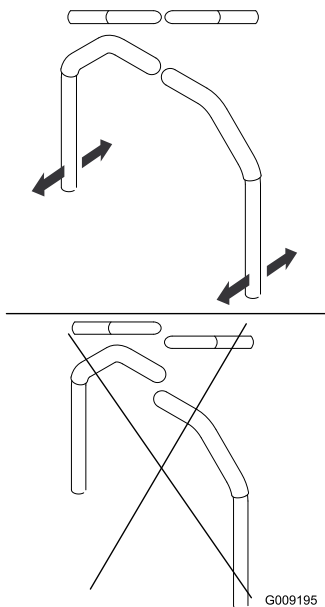

Figure 80
4. Réglez l'alignement avant/arrière des leviers en les plaçant tous deux à la position point mort, puis faites-les coulisser jusqu'à ce qu'ils soient alignés, et serrez les boulons (Figure 80).